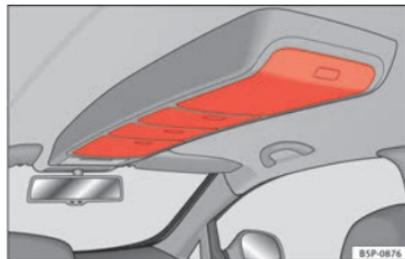

Fig. 98 Compartiments de rangement du pavillon.
- Pour ouvrir ces compartiments, appuyez sur le bouton de la trappe, ⇒ fig. 98. Le cache s'ouvre automatiquement.